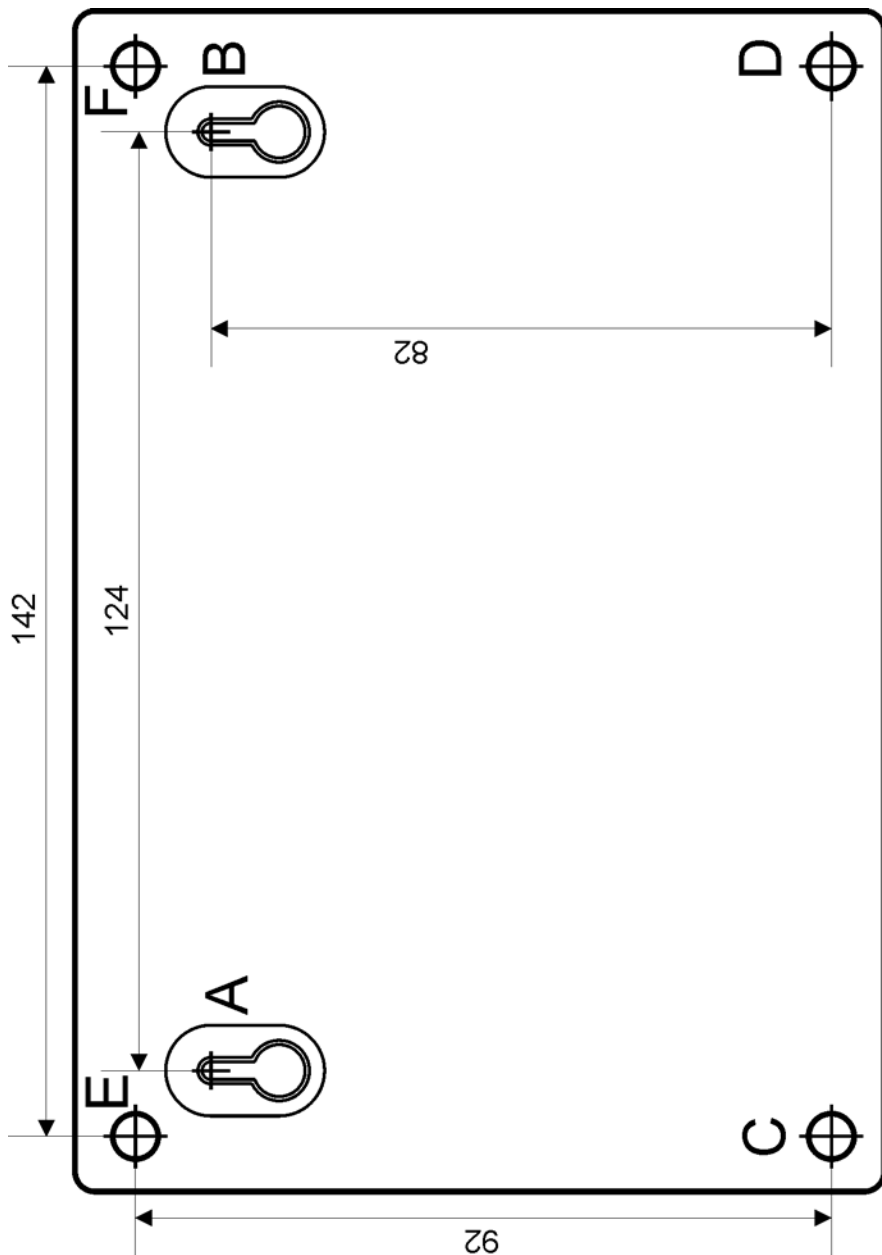

Рисунок 6. Шаблон для монтажа
3.1 Полностью прочтите настоящую инструкцию прежде, чем использовать шаблон (рис.6).
3.3 Вариант 1. Приложите к стене шаблон для монтажа (рис. 6). Просверлите 3 отверстия (А, В и на выбор С или D). Установите в отверстия дюбеля и вкрутите в 2 верхних дюбеля шурупы из комплекта поставки так, чтобы расстояние между головкой шурупа и стеной составляло около 7 мм.
3.6 Вариант 2. Приложите к стене шаблон для монтажа (рис. 6). Просверлите 3 отверстия (Е, F и на выбор С или D). Установите в отверстия дюбеля.